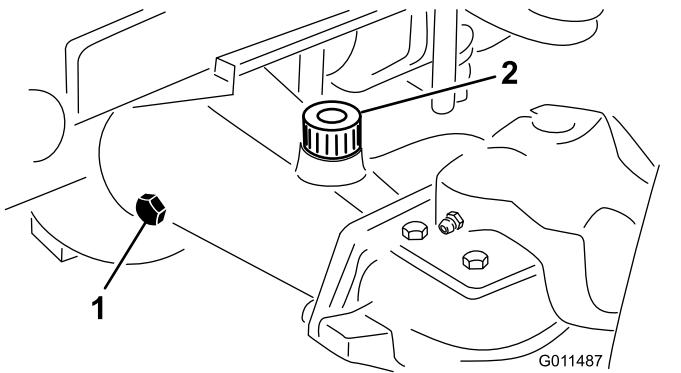

Рисунок 18
- Снимите контрольную пробку с одного конца моста и убедитесь, что масло доходит до низа отверстия (Рисунок 18).